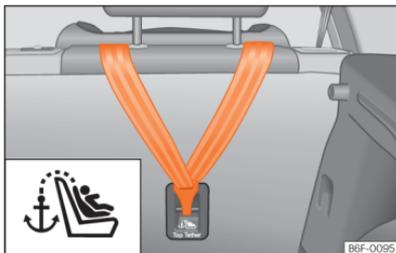

Fig. 38 Parte posterior dos bancos traseiros: argolas de fixação para o cinto Top Tether.
ção encontra-se na parte traseira do encosto do banco traseiro (identificado com o símbolo ) e proporciona maior retenção >>> **Fig. 38**.
- Deslize a correia e fixe-a corretamente na fixação da parte posterior do encosto >>> **Fig. 38**.